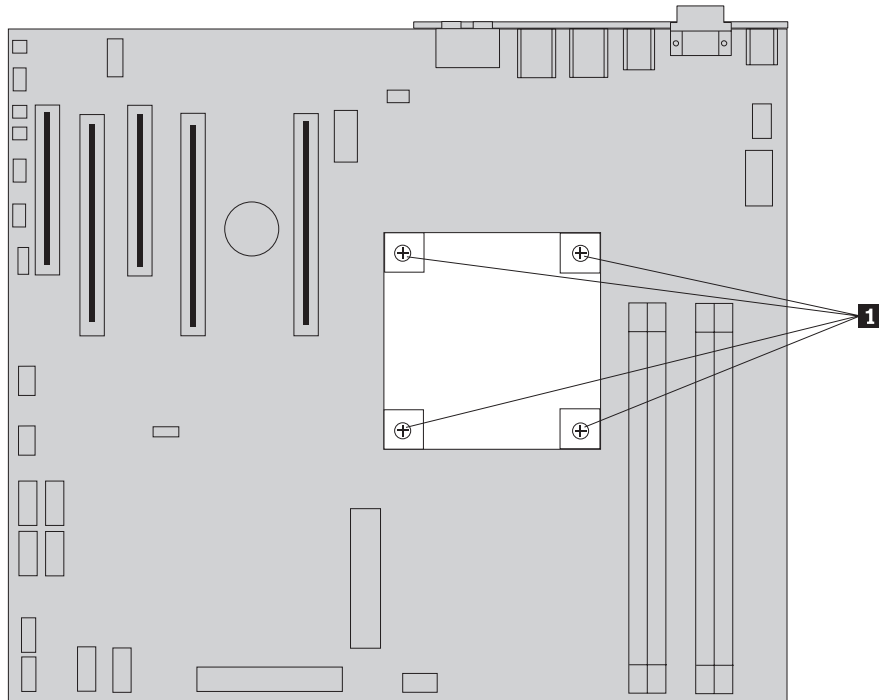

图 18. 卸下散热器
- 通过卸下将散热器固定在主板上的 4 个螺丝 **1**，将散热器从主板上卸下。小心地将散热器从主板上抬起。请参阅图 18。